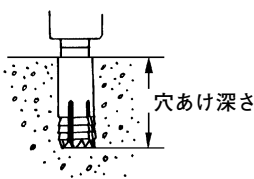

図 11
- (2) スイッチを入れ、自穿孔アンカーで下穴をあけます。（図 11）